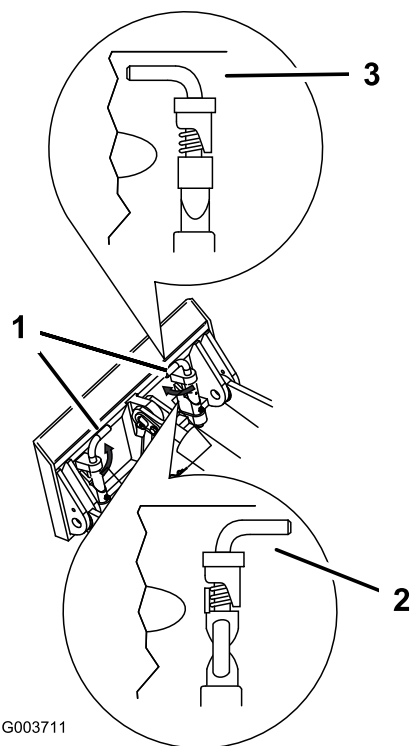

Figura 14
7. Inserite i perni ad attacco rapido, verificando che siano completamente inseriti nella piastra di appoggio (Figura 14).